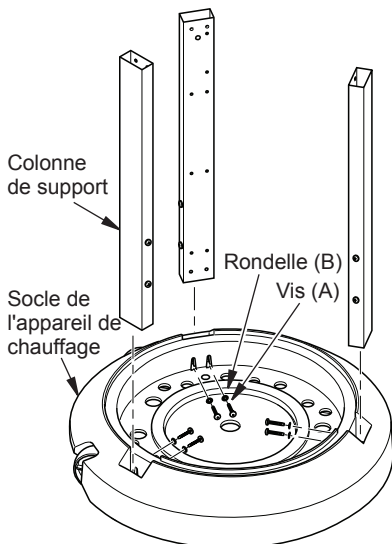

Figure 3 - Installation des colonnes de support dans le socle
1. Identifiez le socle de la table de l'appareil de chauffage et les trois colonnes de table qui ont un trou d'un côté seulement. Tout en vous assurant que toutes les colonnes sont orientées comme illustré à la figure 3, faites glisser les colonnes dans le socle et fixez-les avec les vis (A) et rondelles (B) dans les trous du bas comme illustré.